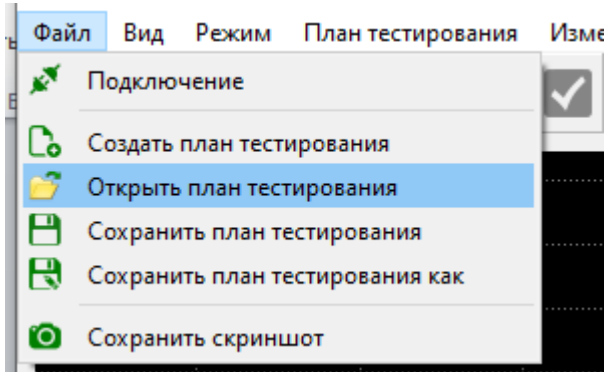

Рисунок 19. Внешний вид меню Файл
- В меню "Файл" -> "Открыть план тестирования" (рисунок 19) можно выбрать ранее сохраненный план тестирования, либо загрузить ранее снятый эталон платы с автоматической установки EyePoint P10. Для перехода по точкам из плана тестирования воспользуйтесь стрелками "влево" и "вправо"